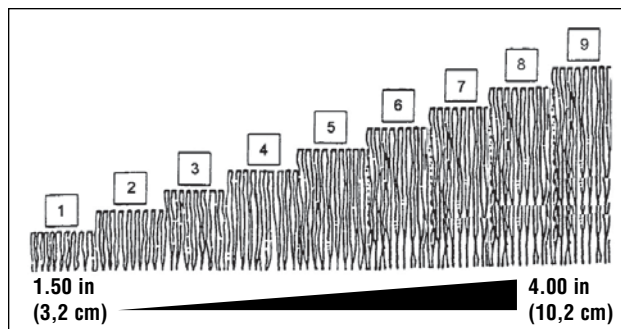

Figure 7 : Réglages de hauteur de coupe (approximations)
1. Tirez le levier de réglage de hauteur (**A**, **Figure 67**) pour le sortir et passez-le dans le cran de la hauteur de coupe voulue. La position pour hauteur de coupe la plus élevée est au cran 9 (**B** - voir aussi la **Figure 7**). La plus basse correspond au cran 1 (**C**).